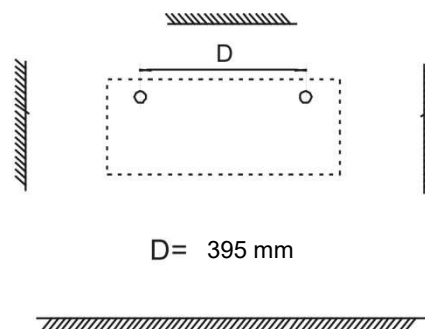

Figura 2
2. Taladrar la pared para la colocación de dos tapones Fisher Ø 8 mm. (figura 2) – D= 395 mm